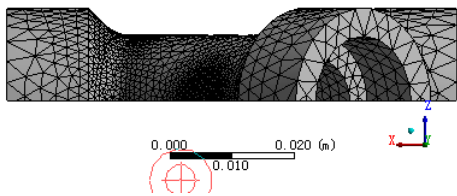

图 3-67 剖切效果
**步骤 02** 单击标准工具栏中的  (剖切视图) 按钮,如图 3-66 所示,在图形窗口中绘制一条直线,将图形剖开,如图 3-67 所示。